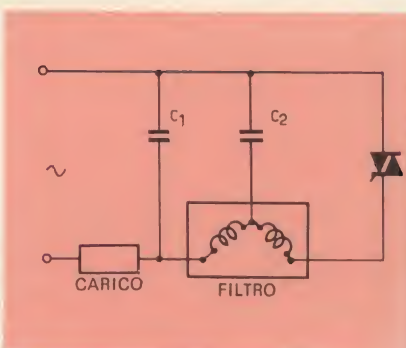

Fig. 4 - Filtro misto a capacità ed induttanze.
- Attenuazione del livello delle tensioni simmetriche attraverso l'inserimento di condensatori entro i fili d'alimentazione e di bobine in serie con queste connessioni - fig. 4.